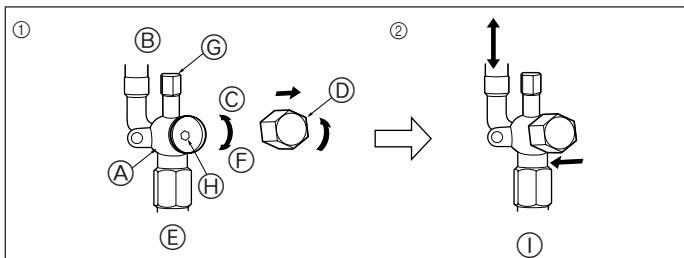

Fig. 5-6
5.5. Método de abertura da válvula de paragem (Fig. 5-6)